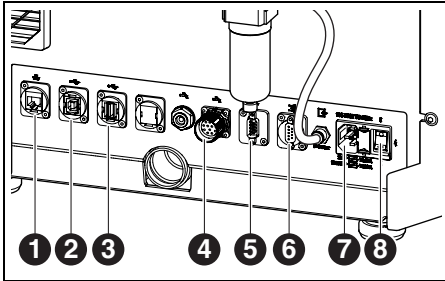
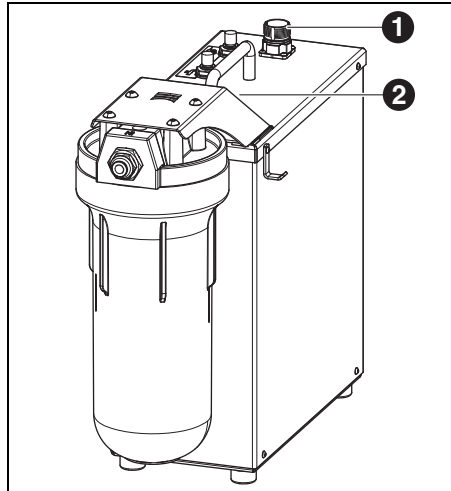

Bild 11 Schnittstellen an der Rückseite der Bearbeitungsmaschine
Bild 12
- ▷ Steuerungsschnittstelle für die Pumpeneinheit an der Rückseite der Bearbeitungsmaschine ([4] in Bild 11) und an der Pumpeneinheit ([1] in Bild 12) mit Steuerungskabel verbinden.
- ▷ Schnittstelle am Tank ([3] in Bild 5) mit Pumpeneinheit ([2] in Bild 12) verbinden.
- ▷ USB-B-Schnittstelle ([2] in Bild 11) der Bearbeitungsmaschine und eine freie USB-Buchse des PCs mit USB-Kabel verbinden.
- ▷ Ethernet-Schnittstelle ([1] in Bild 11) der Bearbeitungsmaschine mit PC bzw. Netzwerk über ein Netzkabel verbinden.